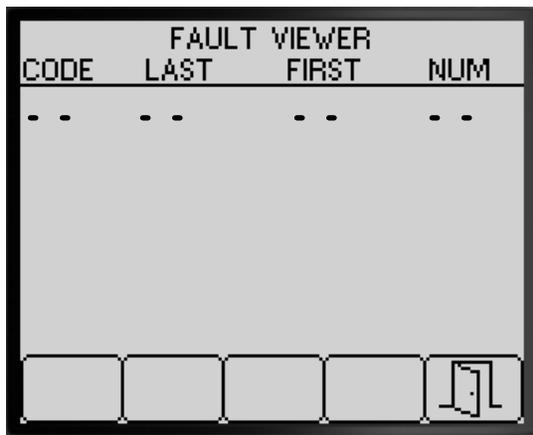

图 87
- 检查故障查看器是否有打药机系统生成的故障图 87。
- 按 5 号按钮可退出 FAULT VIEWER 故障查看器屏幕然后返回至 DIAGNOSTIC 诊断屏幕 图 87。
- 按 5 号按钮可退出 ABOUT 关于屏幕然后返回至 DIAGNOSTIC 诊断屏幕 图 87。